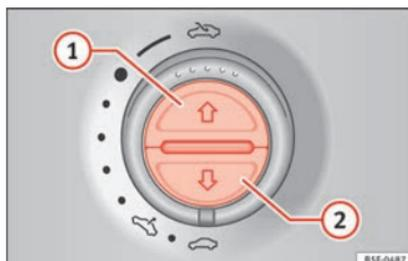

Fig. 138 Dans le ciel de pavillon : touches du store.
Ouvrir entièrement (automatiquement) :	Appuyez brièvement sur la touche » fig. 138 ①.
Interrompre le fonctionnement automatique :	Appuyez brièvement sur la touche » fig. 138 ① ou » fig. 138 ②.
Régler la position intermédiaire :	Maintenez enfoncée la touche » fig. 138 ① ou » fig. 138 ② jusqu'à parvenir à la position.
Fermer entièrement (automatiquement) :	Appuyez brièvement sur la touche » fig. 138 ②.
- *Store* : dans les 5 secondes qui suivent le déclenchement du dispositif anti-pincement, appuyez sur la touche  fig. 138 ② jusqu'à ce que le store se ferme complètement.